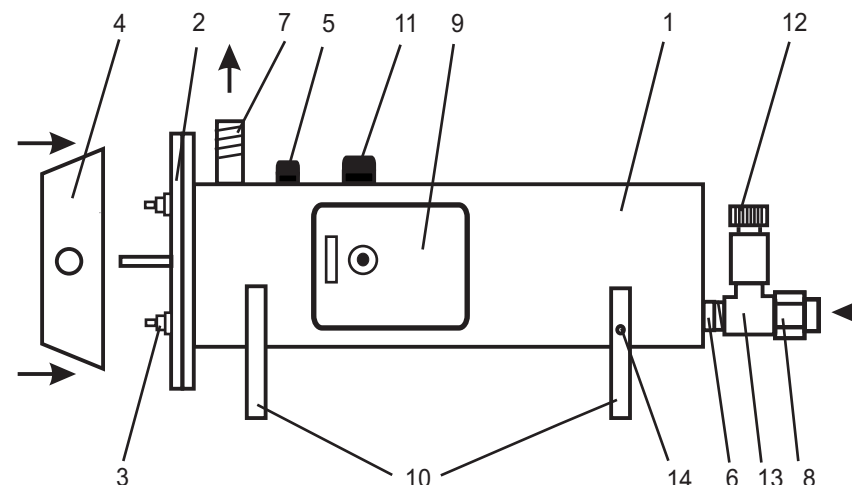

Рисунок 1.
4.1 Водонагреватели ЭПВН-7,5; -9,45; -12; -15; -18; -21; -24; -30 (рис.1) состоят из следующих основных частей: корпуса (1) с входным (6) и выходным (7) патрубками G^{1/2}; секции, состоящей из крышки (2), с одним (ЭПВН 7,5) или тремя (ЭПВН-9,45;-12;-15;-18;-24;-30-1) трубчатыми электронагревателями (ТЭН) (3) из нержавеющей стали; датчика терморегулятора (5); аварийного термовыключателя (11). Выводы ТЭНов закрыты защитным кожухом (4)